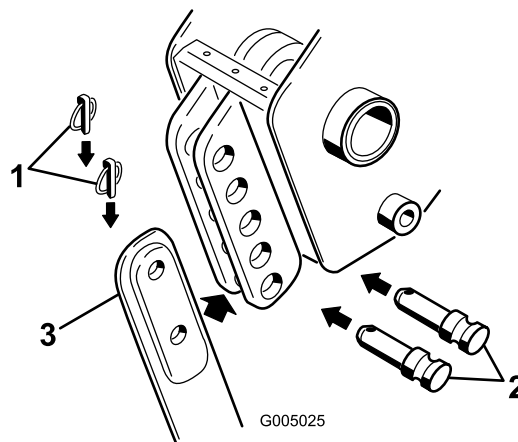

Figura 4
3. Rimuovete i due perni a scatto dai cavallotti con perno inseriti nella staffa della lama, quindi rimuovete i cavallotti con perno (Figura 4) e la lama (se installata).
4. Inserite la nuova lama nella staffa e fissatela all'altezza desiderata (ogni foro di fissaggio corrisponde ad una variazione di profondità di 7,6 cm) utilizzando i cavallotti con perno e i perni a scatto precedentemente rimossi (Figura 4).
2. Rimuovete il perno a scatto inferiore e il cavallotto con perno che fissa la lama all'interratore (per rimuovere completamente la lama, estraete i perni a scatto e i cavallotti con perno inferiori e superiori) (Figura 4).